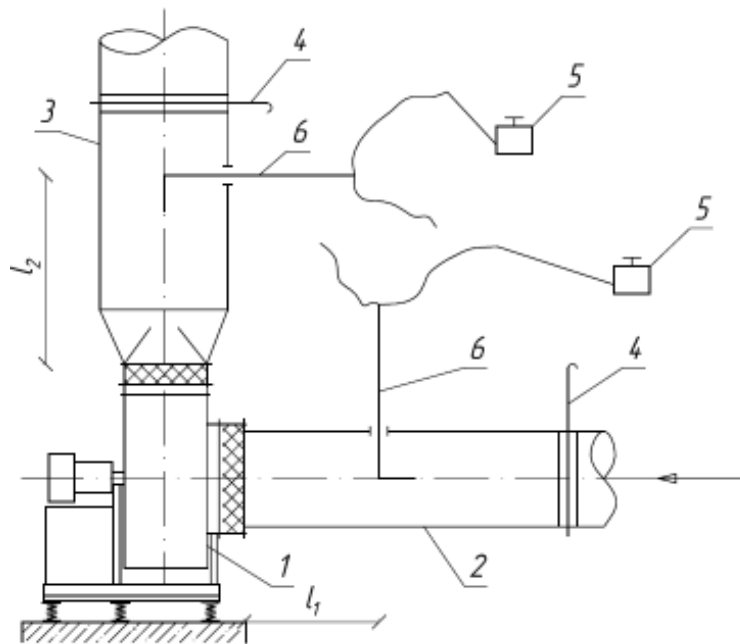

Рис.1. Схема лабораторной установки:
1. Цель работы: освоить методику испытания вентиляторов, установленных в системе, включающей воздуховоды и вентиляционное оборудование (рис.1). Испытание заключается в определении производительности, полного давления, развиваемого вентилятором, мощности и коэффициента полезного действия вентилятора.